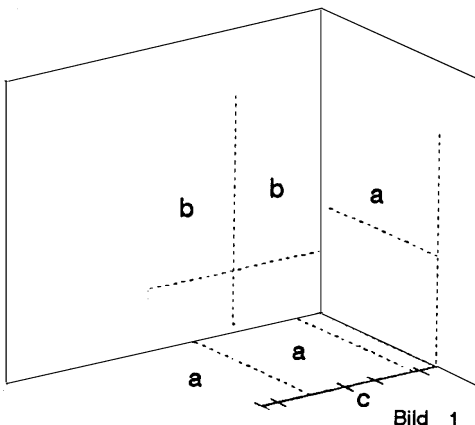

Bild 1
1. Markieren Sie grob den Standort der Anlage im Raum nach der mitgelieferten Werkszeichnung (siehe Bild 1).